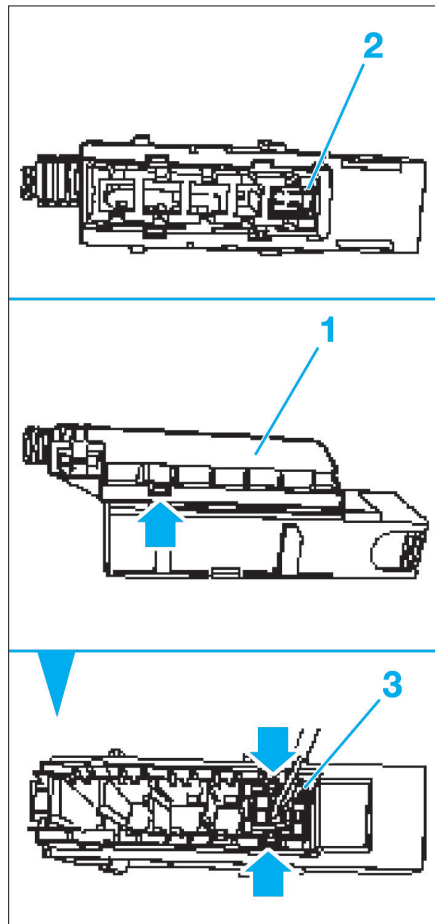

FIG. 9
- Retirer le cache (1) de la fiche du prétensionneur (2) (Fig.9).
- Débrancher le connecteur (3) du prétensionneur après l'avoir déverrouillé.